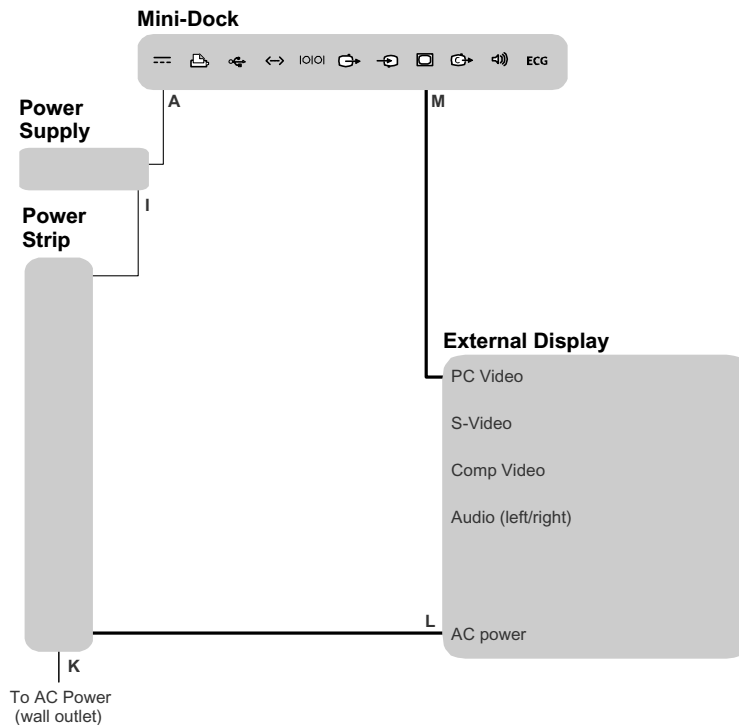

Figura 5 Conectividad de la pantalla externa VGA en el sistema MDSe
- 1 Conecte los cables. Consulte la Figura 5 y “Símbolos de cables, conectores y módulo de acoplamiento” en la página 19.